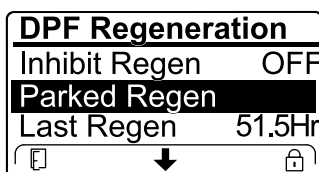

Figura 81
- În cazul în care computerul motorului solicită o regenerare de recuperare sau procesează o regenerare de recuperare i derulai în jos la opțiunea PARKED REGEN (Regenerare în stare de parcare), regenerarea în stare de parcare se blochează i pictograma de blocare (Figura 81) apare în colul dreapta jos al InfoCenter.